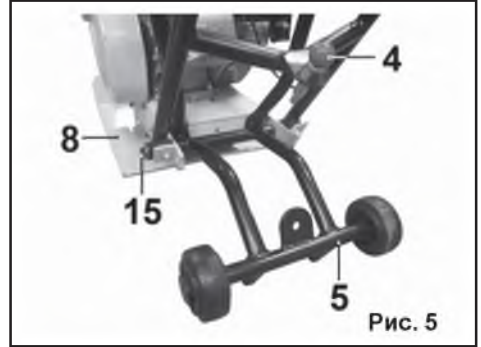

Рис. 5
6.2.2. Установите колесную опору (5), как показано на Рис.5, и зафиксируйте ее болтами (15).
**Примечание:** Усилие затяжки болтов (15) необходимо подобрать таким образом, чтобы обеспечивалась возможность перемещения колесной опоры (5).